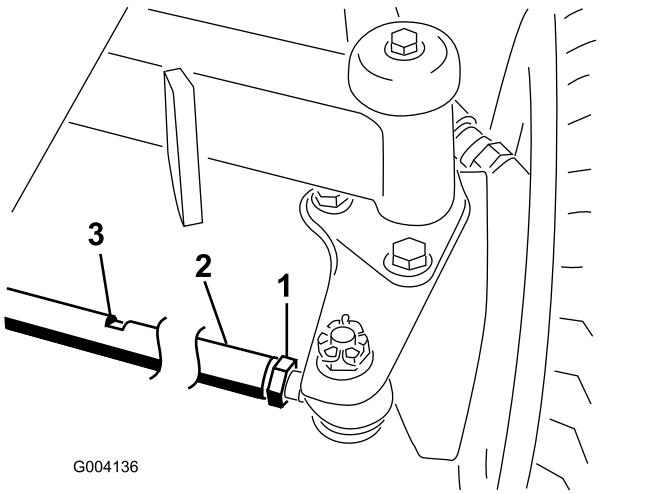

Bild 134
1. Lösen Sie die Klemmmutter an jedem Ende der Spurstange (Bild 134).